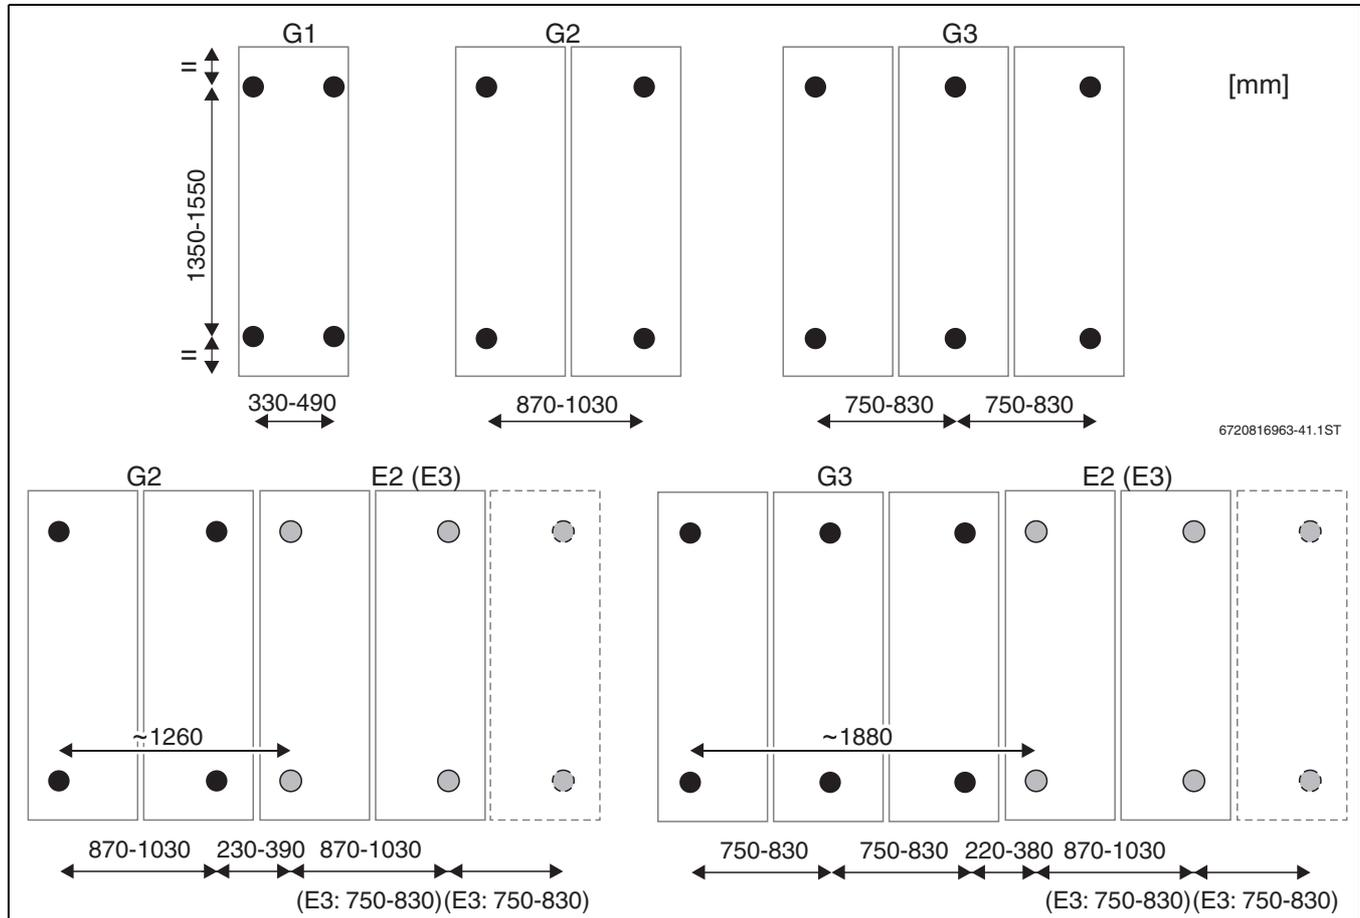

Bild 35 Fassadenmontage: Abstände der Stockschrauben
- ▶ Abstände der Stockschrauben auf die Beschwertung (z. B. Betonplatten) übertragen (→ Bild 35).